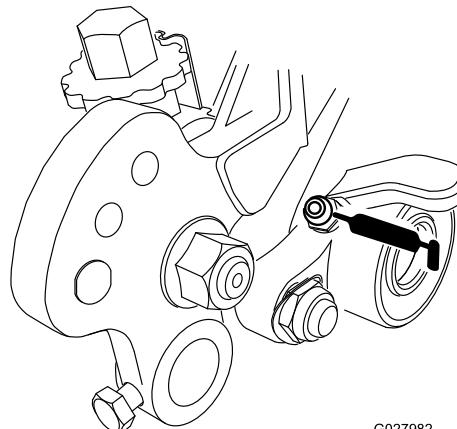
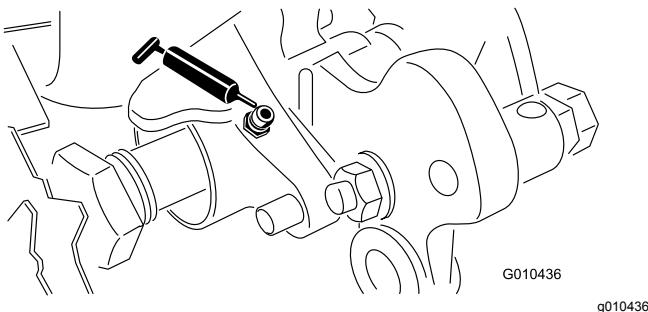

Bild 19
Bild 20
39. Fetten Sie die Groomerlager (**Bild 19** und **Bild 20**) wöchentlich oder nach jeweils 10 Betriebsstunden, vor längerem Einlagern und sofort nach dem Reinigen ein. Pumpen Sie Fett in die Schmiernippel, bis Fett auf der Groomerwelle aufgetragen ist. Wischen Sie überschüssiges Fett von den Dichtungen und der Welle ab.